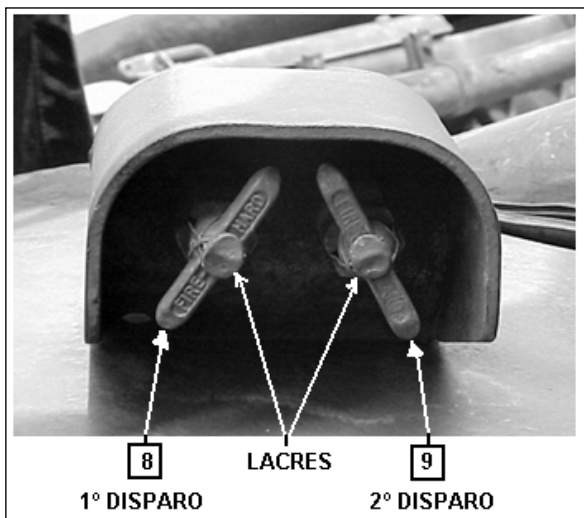

Fig 8-67. Manetes de acionamento dos extintores
(10) Informar a ocorrência do incêndio e a necessidade de recarga dos extintores ao pessoal de manutenção.
b. 2ª ação imediata: Acionar o extintor de fogo fixo, usando a alavanca externa. (Fig 8-67)
(1) Nunca entre em um carro em chamas para apagar o fogo ou para desligar o motor. Isto poderá resultar em morte ou ferimentos graves. Se as condições permitirem, desligar o motor pelo estrangulador manual de combustível, esticando-se através da escotilha do Motr.
(2) A tripulação, tão logo perceba o incêndio ou a possibilidade de incêndio, deve avisar o Cmt CC.
(3) Se as condições permitirem, desligar o motor.
(4) A alavanca externa do extintor fixo não pára o suprimento de combustível para o motor. Se o motor estiver funcionando e as condições permitirem, o motor deve ser cortado antes e se acionar o sistema de combate a incêndio. O ar do ventilador de refrigeração do motor, além de ajudar a aumentar o incêndio, dissipa o agente extintor, dificultando a extinção do fogo.
(5) Puxar para fora a alavanca do 1º disparo (8), localizado à esquerda do protetor.
(6) Observar a eficiência do 1º disparo no combate ao fogo.
(7) Se o 1º disparo não extinguir o fogo, puxar para fora a alavanca do 2º disparo (9), localizado ao lado da outra alavanca.